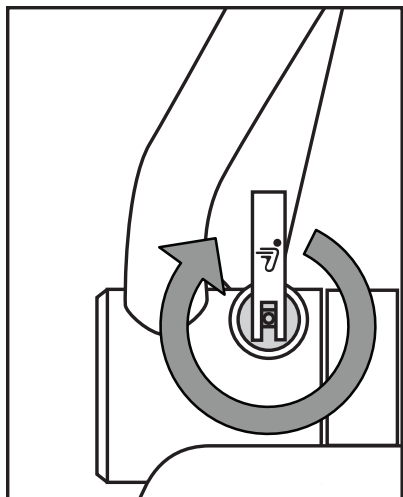

図 5. ツールレスリリースを締める
5. ツールレスリリースハンドルが閉じた位置になっている状態で、ツールレスリリースをしっかり締めます。図5を参照してください。